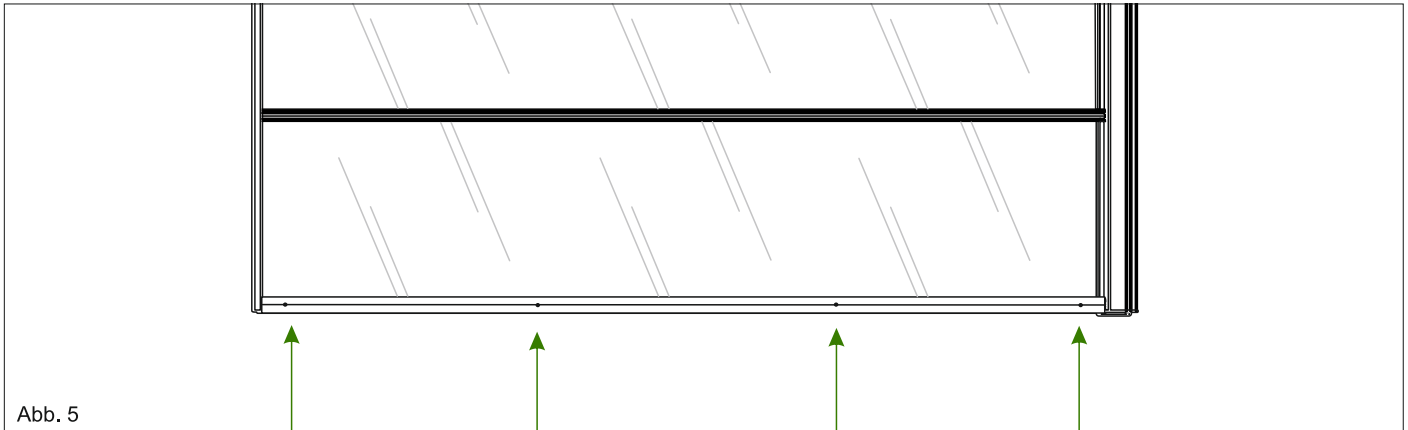

Abb. 5
2. Die von uns gelieferten Polycarbonatplatten sind auf der UV-Seite mit der Michfolie überzogen. Diese Seite ist die Außenseite. Innenseite ist mit der durchsichtigen Folie geschützt. Zur Vorbereitung, befreien Sie die Polycarbonatplatten an den jeweiligen Enden auf beiden Seiten, circa 10 cm, von der Schutzfolie. Ziehen Sie die Schutzfolie noch nicht komplett ab. Siehe Abb. 5.
5. Anschließend schrauben Sie die Sparrenabdeckungen mit dem mitgelieferten Bohrkopfschrauben (38mm lang) fest. Siehe Abb. 5.